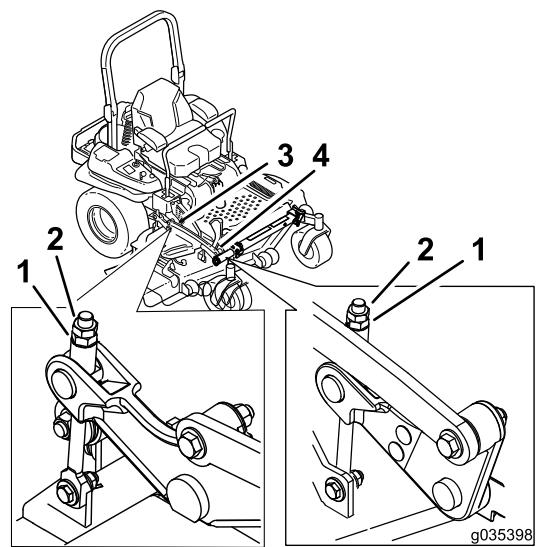

**Figura 96**
| 9. Em ambos os lados da plataforma, meça do nível da superfície até à ponta dianteira da lâmina (Posição A) como se mostra na Figura 96. |                           |
- Em ambos os lados da plataforma, meça do nível da superfície até à ponta traseira da lâmina (posição B) como se mostra na Figura 96.